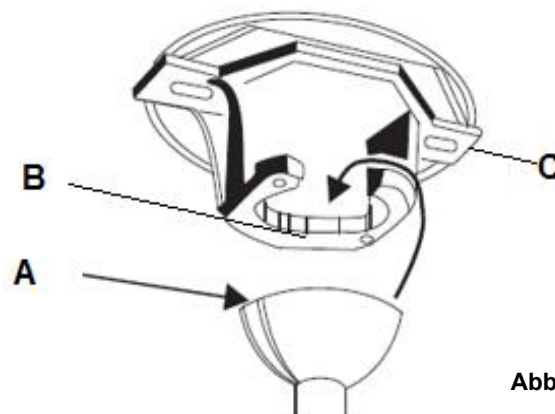

Abb. 7
Setzen Sie den kompletten Ventilator in die Halterung ein. Die Sicherungsnut (A) der Kugelaufhängung muss in den Anschlag (B) der Halterung (C) greifen, um ein Verdrehen des Ventilators im Betrieb zu verhindern. (Abb. 7)